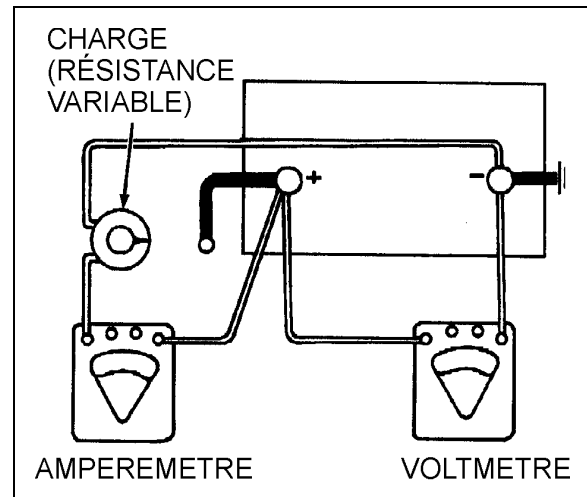

FIGURE 60 : ESSAI DE CHARGE
2. Relier un voltmètre, un ampèremètre et une résistance de charge variable comme illustrés à la Figure 60.